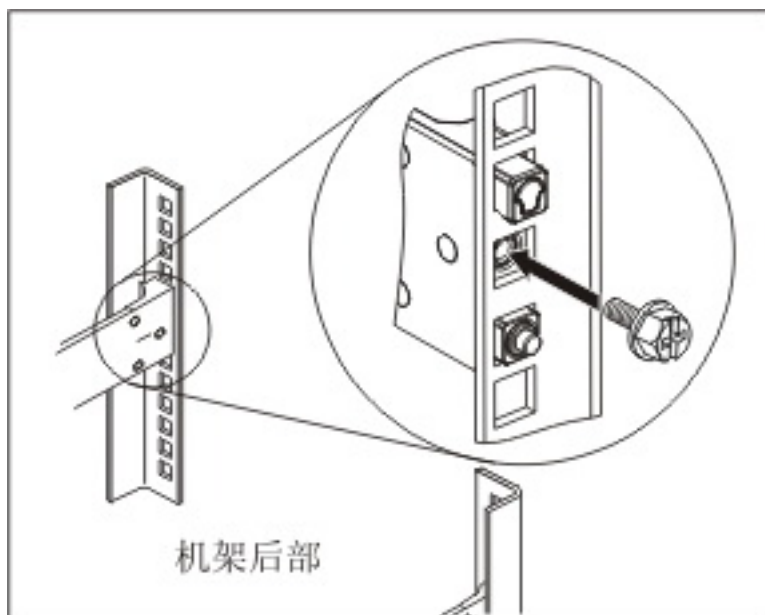

图 12. 在机架中固定滑轨上的设备
4. 将设备滑轨固定在机架中，如第 22 页的图 12 所示: